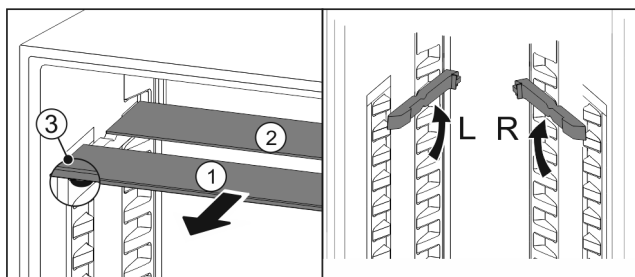

Fig. 93
- ▶ Wyciągnąć Fig. 93 (1) pojedynczo półki szklane do przodu.
- ▶ Płyta szklana Fig. 93 (1) z listwą ozdobną znajduje się z przodu.
- ▶ Stopery Fig. 93 (3) wskazują w dół.